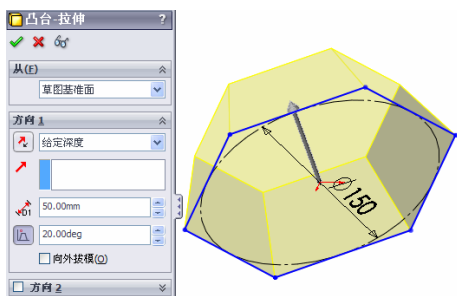

图 9-139 进行拉伸操作
③ 生成“拉伸”特征。选择菜单栏中的“插入”→“凸台/基体”→“拉伸”命令,或者单击“特征”工具栏中的“拉伸凸台/基体”图标,系统弹出“拉伸”属性管理器,在方向1的“终止条件”栏中选择“给定深度”,“深度”栏中键入值:50,在“拔模斜度”栏中键入数值:20,如图 9-139 所示,然后单击“确定”图标.